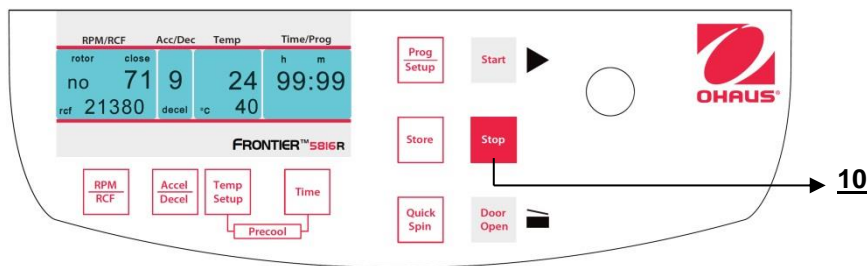

Abbildung. 27
Mit der Taste **"Stop"** (10) (siehe Abbildung 27) können Sie den Durchlauf jederzeit unterbrechen. Nachdem Sie die Taste gedrückt haben, wird sich die Zentrifuge mit der vorab ausgewählten Intensität bis zum Stillstand verlangsamen.